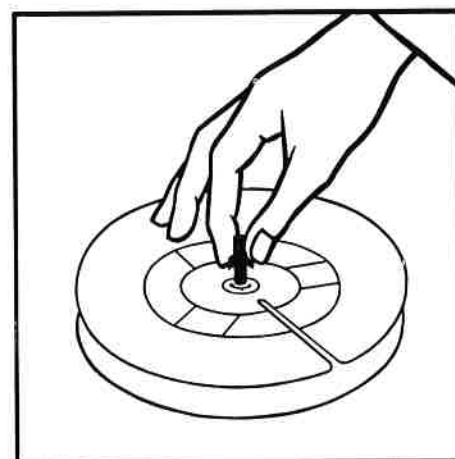

Fig. 7
- Trek de assen van de spoelschotels omhoog (fig. 7), draai ze en laat ze los.